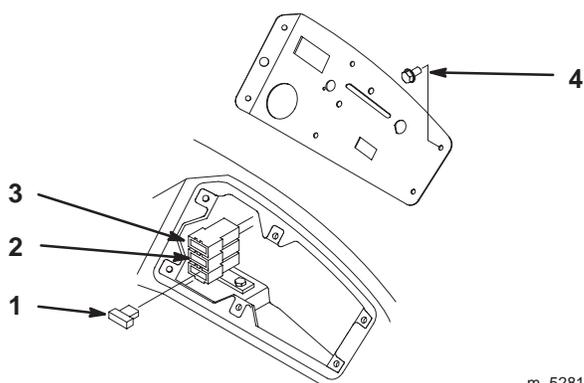

Figure 90
1. Enlevez les vis du tableau de bord pour accéder au porte-fusibles (Fig. 90).
2. Pour remplacer un fusible, tirez dessus pour l'enlever (Fig. 90)